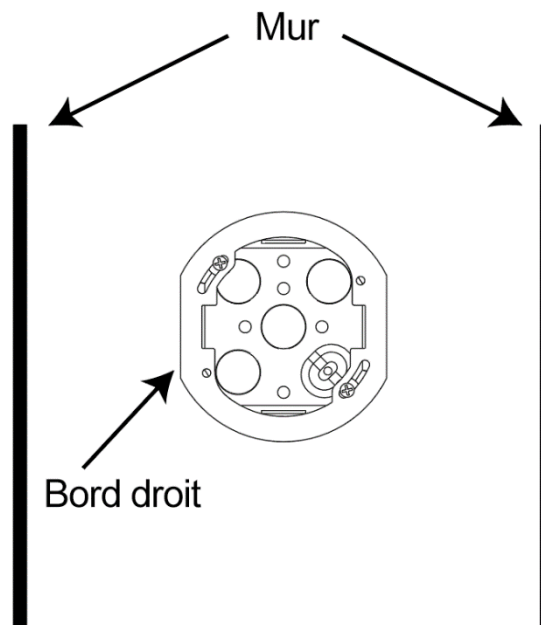

Figure 3
- Utiliser les **vis n° 8** fournies pour fixer le support de montage encastrable au plafond en le fixant à la boîte de jonction. En cas d'installation d'un Slimform carré, utiliser les bords droits du support de montage pour faciliter l'alignement du luminaire. Pour aligner un dispositif carré parallèlement à un mur quelconque, **s'assurer que le bord droit du support est parallèle au mur**, comme illustré à la *Figure 3*.